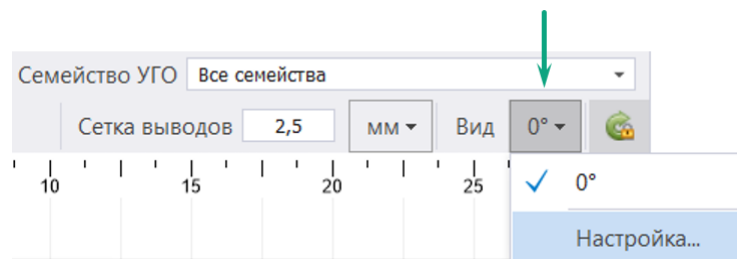

Рис. 180 Настройка типов отображения УГО
3. Выбрать в выпадающем списке «Вид» пункт «Настройка...», Рис. 180.